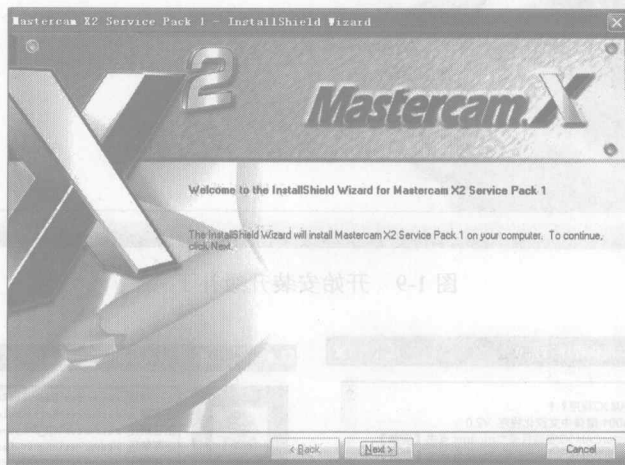

图 1-7 安装升级补丁
- ⑥ 安装模拟狗。复制 HASPEmulPE-XP_2_33_a002W 文件夹到硬盘，打开 HASPEmulPE-XP_2_33_a002W 文件夹，安装 HASPEmulPE-XP_2_33_a002W 软件。
- ⑦ 注册模拟狗。双击 keygen.exe 注册机，输入 8 个英文字母，然后单击 Generate 按钮，就会产生 reg 文件；双击 haspemul.reg 文件注册。
- ⑧ 软件模拟狗。打开 CRACK 文件夹，双击 mastercamx2.reg 文件注册。
- ⑨ 运行模拟狗。双击桌面上的 HASP Emulator PE V2.33 快捷方式图标运行程序，在打开的工作界面中单击左上角第一个图标——HASP 图标启动 HASP。
- ⑩ 复制破解。打开 CRACK 文件夹，复制 mastercam.exe 文件到刚才安装的目录下覆盖原文件即可。
- ⑪ 升级 SP1 补丁。打开 Mastercam X2 SP1 文件夹，运行 Mastercam X2 SP1.exe 文件，准备安装升级补丁，如图 1-7 所示。